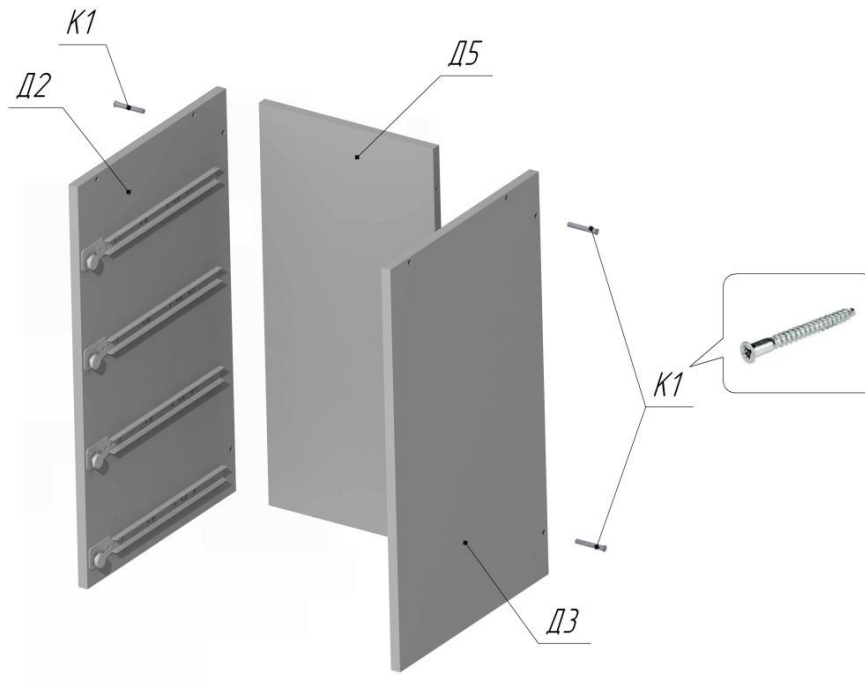

Рисунок 2
4. Соединить правую стенку Д3 и левую стенку Д2 с задней стенкой тумбы Д5 с помощью конфирматов К1 (4шт.). См.Рис.2. КОНФИРМАТЫ НЕ ЗАТЯГИВАТЬ!